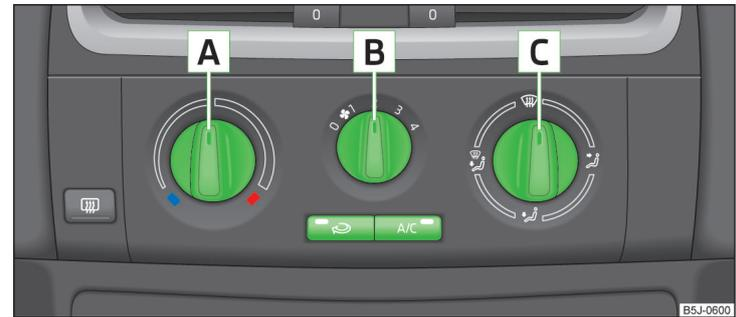

Abb. 96 Klimaanlage: Bedienungselemente
**Funktionen der einzelnen Bedienungselemente » Abb. 96:**
Durch Drehen des Luftverteilungsreglers **C** » Abb. 96 auf Seite 91 in die Position  wird der Umluftbetrieb automatisch ausgeschaltet.